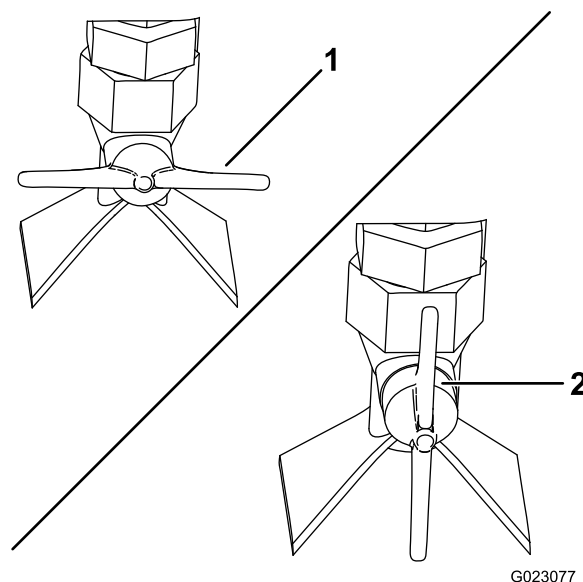

Figure 54
- Pour le jet en éventail – tournez la valve de pulvérisation sur le côté de la buse à l'horizontale (Figure 54).
- Pour le jet droit – tournez la valve de pulvérisation sur le côté de la buse à la verticale (Figure 54).